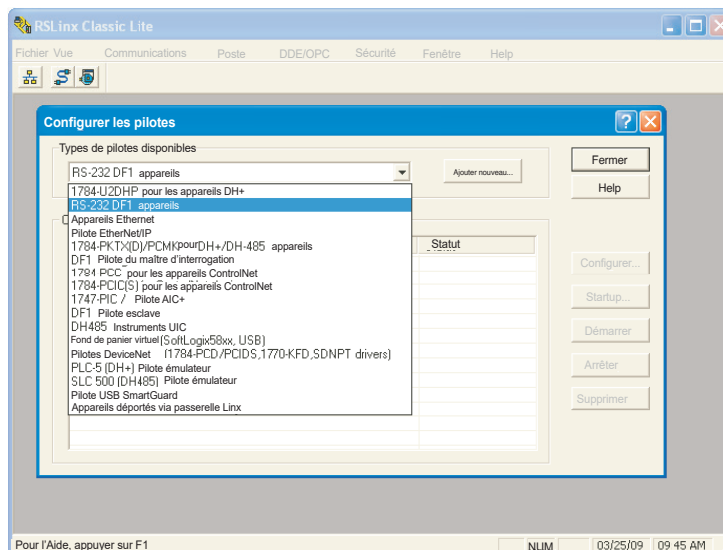

Figure 4.3.21d Configurer pilotes.
2. Cliquez sur « Communications » et sélectionnez « Configurer Pilotes ». Lorsque la fenêtre « Configurer pilotes » s'ouvre, sélectionnez « Dispositifs RS232 DF1 » dans le menu déroulant « Types de pilotes disponibles » (figure 4.3.21d).